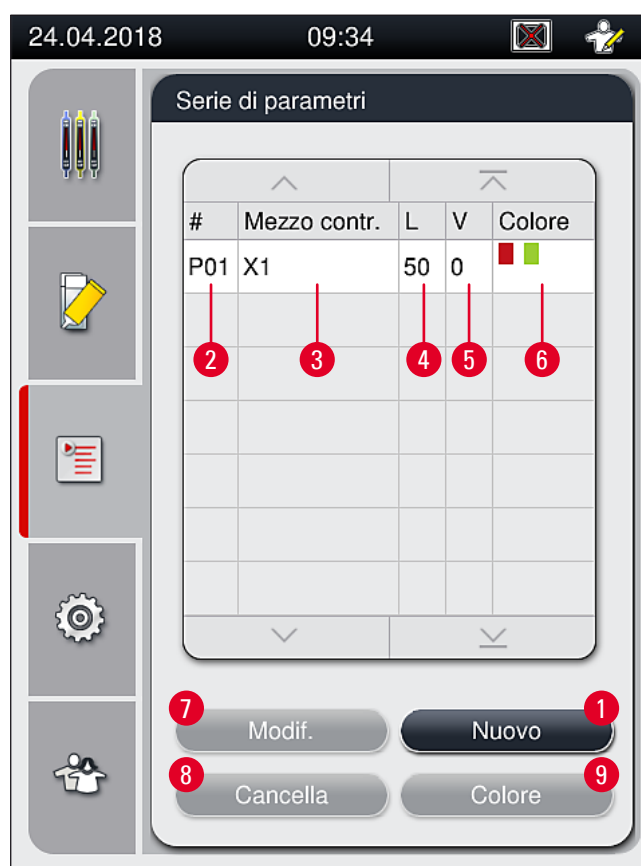

Fig. 42
- Il menu Serie di parametri (→ Fig. 42) consente all'utente di creare nuove serie di parametri, modificare quelle esistenti o assegnare un colore di maniglia per portavetrini a una serie di parametri. La creazione o la modifica di una serie di parametri richiede lo stato di **Supervisore** ed è possibile solo se non sono presenti portavetrini nello strumento e se lo strumento è inattivo.
- ✓ La serie di parametri appena creata viene salvata e può essere selezionata nel menu Serie di parametri (→ Fig. 42).